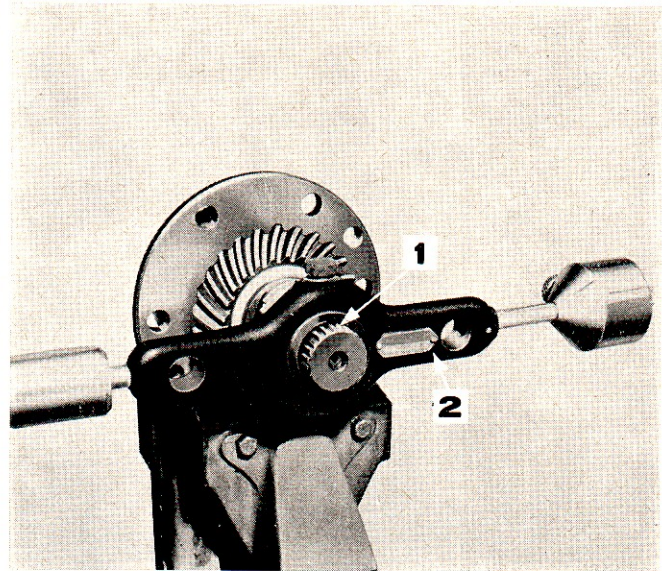
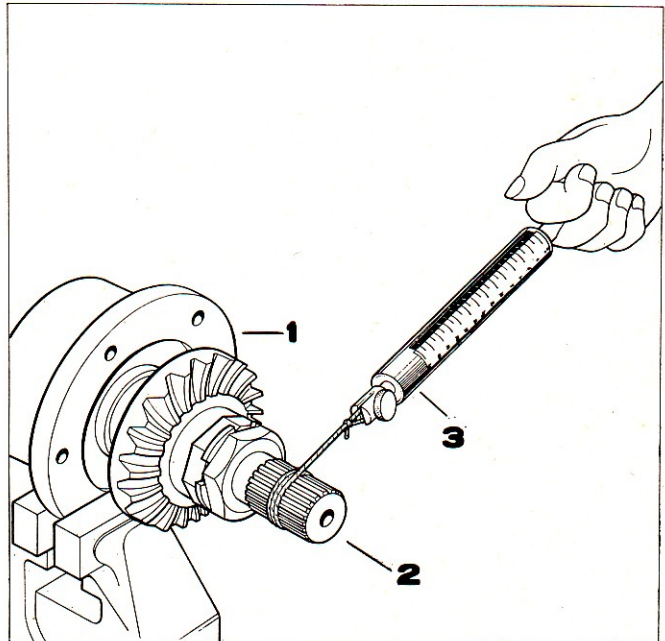

Figure 69: Contrôle de la précharge du roulement de pignon d'attaque
Figure 70: Contrôle de la précharge du roulement de pignon d'attaque
4. A l'aide des outils No T4094 ou N-4634-A, bloquer l'écrou intérieur au couple de précharge spécifié (voir Spécifications, Chapitre 3). Utiliser l'outil No T4062 et l'adaptateur T4062-2A pour contrôler la précharge (Figure 69). Si l'on ne dispose pas de cet outil, utiliser un peson attaché au bout d'une ficelle enroulée sur les cannelures du pignon (Figure 70) pour exercer la traction spécifiée (voir Spécifications, Chapitre 3).